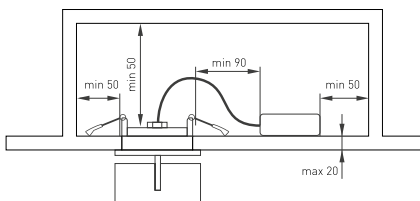

Рис. 3. Установка светильника в нишу
- 3.4. Подготовьте монтажное отверстие и установите в него светильник (см. рис. 3).